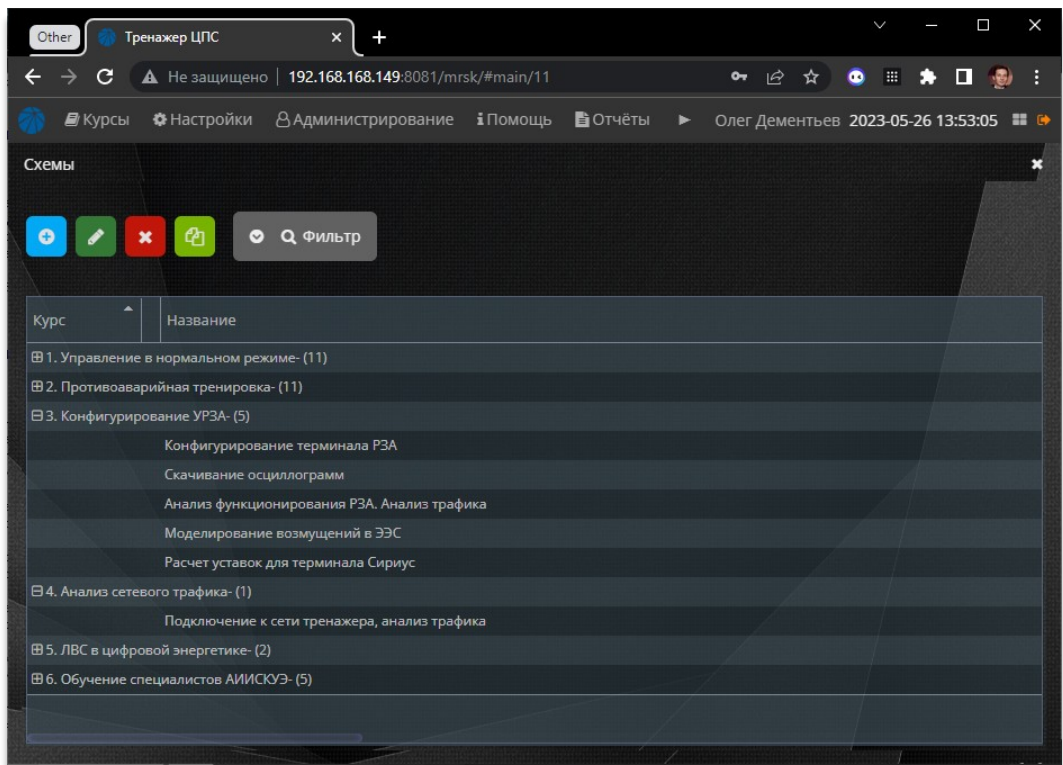

Рисунок 93 – Экранная форма «Программы обучения по курсам»
- Рисунок 93 – Экранная форма «Программы обучения по курсам»;